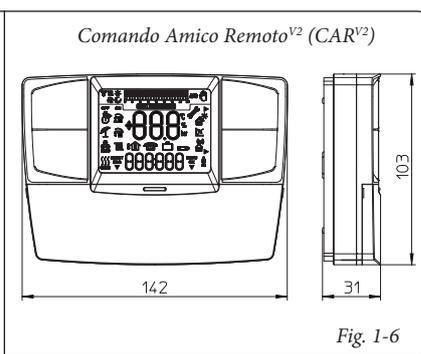

Fig. 1-6
- Comando Amico Remoto^{V2} (CAR^{V2}) (Fig. 1-6) con funzionamento di cronotermostato climatico. Il pannello del CAR^{V2} consente all'utente, oltre alle funzioni illustrate al punto precedente, di avere sotto controllo e soprattutto a portata di mano, tutte le informazioni importanti relative al funzionamento dell'apparecchio e dell'impianto termico con la opportunità di intervenire comodamente sui parametri precedentemente impostati senza necessità di spostarsi sul luogo ove è installato l'apparecchio. Il pannello è dotato di autodiagnostici per visualizzare sul display eventuali anomalie di funzionamento della caldaia. Il cronotermostato climatico incorporato nel pannello remoto consente di adeguare la temperatura di mandata impianto alle effettive necessità dell'ambiente da riscaldare, in modo da ottenere il valore di temperatura ambiente desiderato con estrema precisione e quindi con evidente risparmio sul costo di gestione. Il cronotermostato è alimentato direttamente dalla caldaia tramite gli stessi 2 fili che servono per la trasmissione dati fra caldaia e cronotermostato.